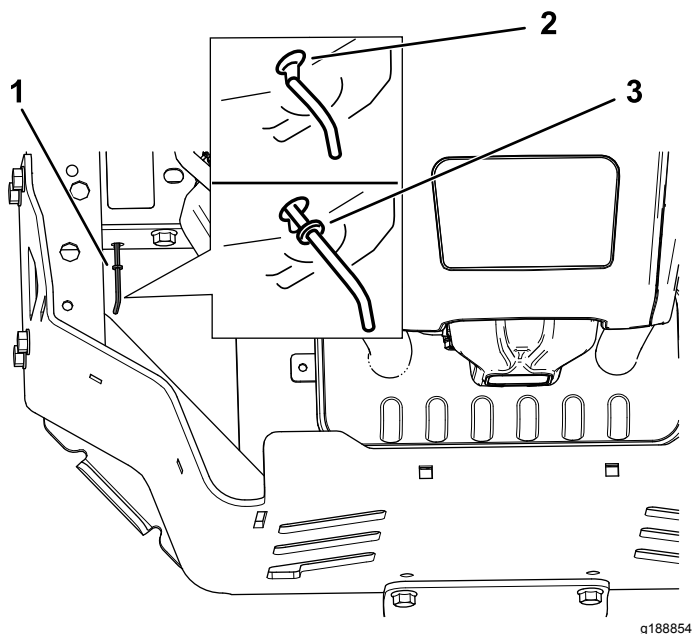

Bild 38
4. Schieben Sie die Bypasshebel nach vorne durch das Schlüsselloch und nach unten, um sie zu arretieren (Bild 38).
Schieben Sie die Bypasshebel nach hinten durch das Schlüsselloch und nach unten, um sie zu arretieren, wie in Bild 38 abgebildet.